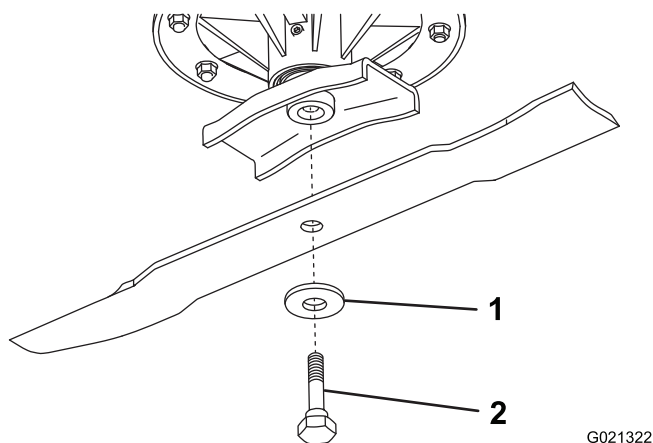

Figura 27
2. Fixe a extremidade da lâmina utilizando um pedaço de tecido ou uma luva grossa. retire o parafuso especial, anilha de belleville e lâmina do conjunto do eixo (Figura 27).